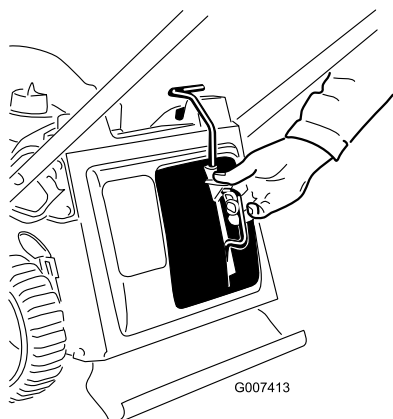

Figure 9
2. Appuyez sur le bouton du levier avec le pouce et insérez complètement l'obturateur Recycler dans l'ouverture (Figure 9).